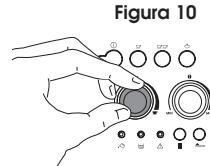

Figura 10
1. Gire el selector de la cantidad de café (Figura 10) para regular la cantidad de espresso/café que desee.